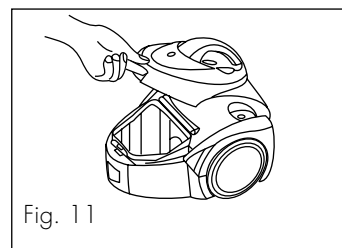
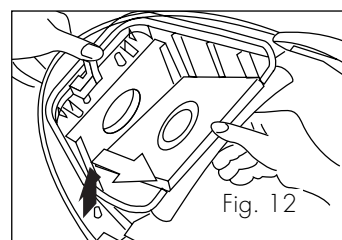
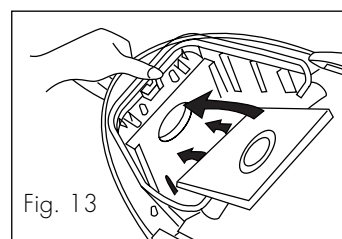

Fig. 11
Fig. 12
Fig. 13
Para substituir o saco, premir o botão de abertura do compartimento de recolha do pó (P) e levantar a tampa (Fig. 11). Extrair o saco com cautela, premindo na específica alavanca de fixação e, empurrando ao mesmo tempo o saco do pó ligeiramente para trás. Deste modo, o saco será facilmente removido (Fig. 12). Deitar o saco de pó velho no lixo. Introduzir a parte rígida do saco nas específicas ranhuras situadas no compartimento de recolha do pó (ver Fig. 13.)